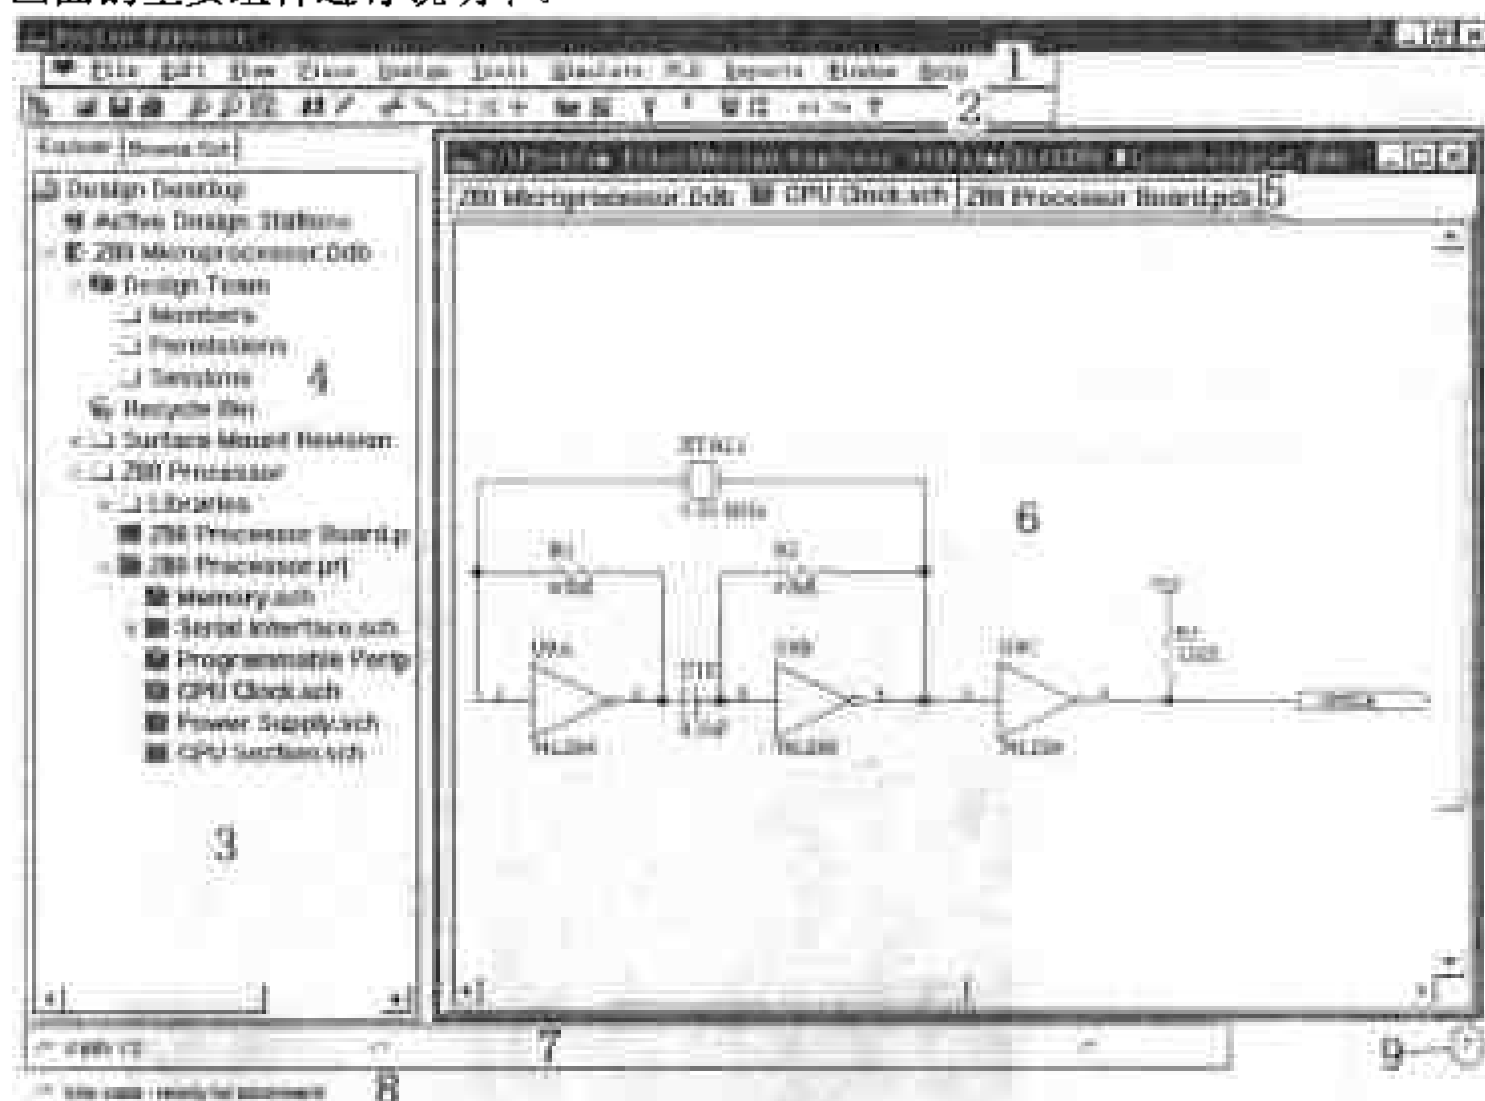
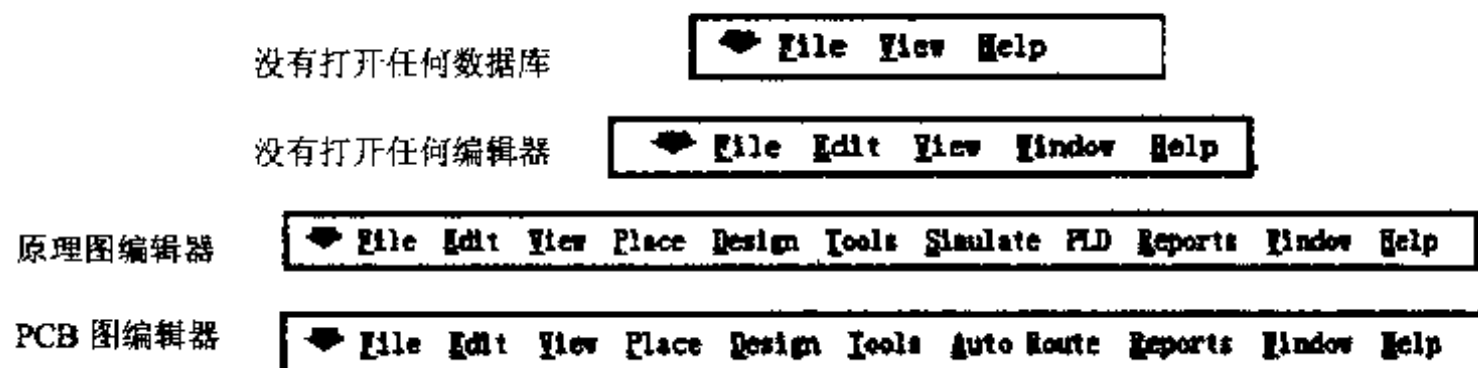
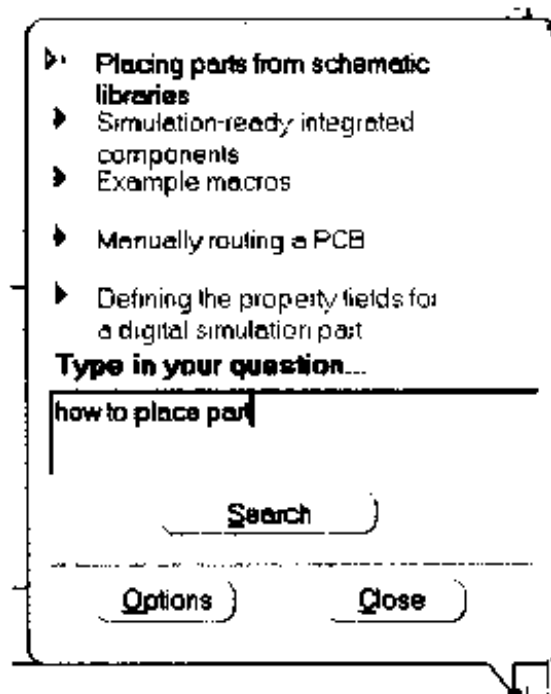

图 1-4 Protel 99 的标准工作界面
图 1-5 几种不同的菜单栏
图 1-7 帮助顾问对话框
打开了 Z80 Microprocessor.Ddb 文件的 Protel 99 标准工作画面如图 1-4 所示。下面对这个工作画面的主要组件进行说明下。
(1) 菜单栏。图 1-4 中 1 号区为菜单栏，Protel 99 的菜单栏可以根据用户正在执行的不同 Server 程序而相应变化，下面列举其中几个菜单栏，如图 1-5 所示。
(2) 主工具栏。图 1-4 中 2 号区为主工具栏, 与菜单栏相似, 执行不同的 Sever 程序在主工具栏中就会出现不同的工具按钮。
(3) 设计管理器。图 1-4 中 3 号区为设计管理器, 这个区域显示的是设计管理导航树, 如果进入了各种编辑器, 这个区域还可以通过其顶部的切换标签切换到相应的快速浏览器 (Protel 99 中对应不同的文档有不同的快速浏览器, 以方便文档的编辑, 在以后各章中将分别介绍)。可以单击  按钮来切换设计管理器的显示或隐藏状态。
(4) 设计管理导航树。图 1-4 中 4 号区为设计管理导航树 (Design Explorer Navigation Tree), 它的风格与 Windows 的资源管理器相似, 操作方法也类似, 用鼠标左键单击一个文档或目录, 就会进入相应的服务程序, 菜单栏、主工具栏相应变化。
(5) 主档切换标签。图 1-4 中 5 号区为主档切换标签, 主档切换标签中显示的是已经打开的文档的名称, 单击标签, Protel 99 就会自动切换到相应的文档编辑器中。
(6) 工作区。图 1-4 中 6 号区为工作区, 用户设计电路原理图、PCB 图或编辑其他文档都在工作区。
(7) 状态栏。图 1-4 中 7 号区为状态栏, 状态栏分为三个部分, 由  分隔, 状态栏显示的是正在进行的工作状态。进入不同的编辑器, 状态栏显示的内容不同, 多注意状态栏的信息会对用户提供很大帮助。如图 1-6 所示为在原理图编辑环境下布放导线时的状态栏显示内容。
(8) 命令状态栏。图 1-4 中 8 号区为命令状态栏, 它显示的是当前正在执行的命令及其含义。
(9) 帮助顾问。图 1-4 中 9 号区为帮助顾问, 它是一自然语言帮助系统, 用户只要单击  图标即弹出如图 1-7 所示对话框。例如在问题输入栏中输入 “how to place part”, 单击 Search 按钮, 帮助向导就会找到相关主题, 单击主题即可获得帮助信息。
设计数据库(Design Database)包含以下三个部分(参见图 1-4 中的设计管理导航树):
当用户进入的是 Protel 99 的初始界面（如图 1-2 所示），选取 File/New 菜单项（如图 1-8a 所示）可以建立一个新的项目，如果用户已经打开了一个项目文件，即已经进入了 Protel 99 的标准工作画面（如图 1-4 所示），可以选取 File/New Design 菜单项（如图 1-8b 所示），再建立一个新的项目，这时会弹出如图 1-